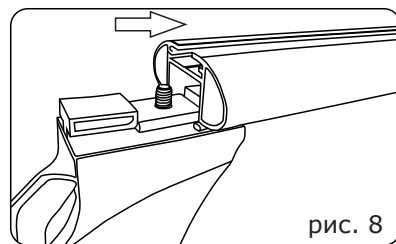

рис. 8
2.9 Возьмите подготовленную опору и вставьте её в дугу так, чтобы металлическая гайка и направляющие опоры попали в паз. Доведите опору по пазу дуги до касания с ранее установленной линейкой (рис.8).